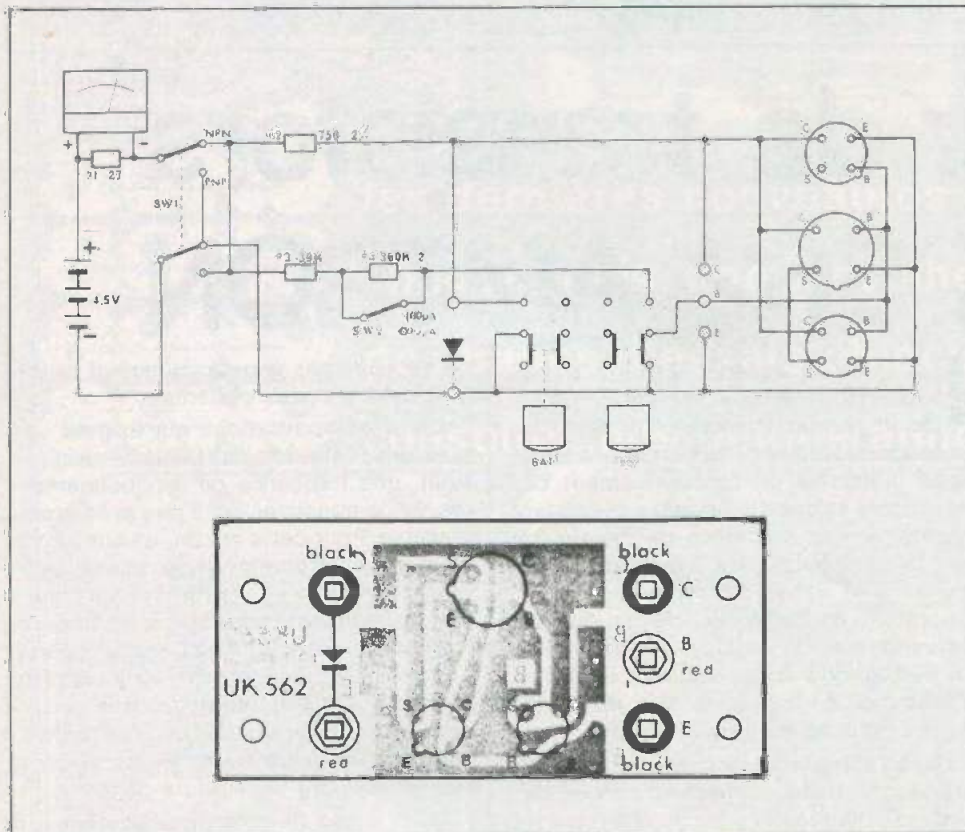

Fig. 1, et 2. - Le schéma de principe du contrôleur en question reste relativement simple. Les quelques éléments prendront place sur un circuit imprimé.
## Description du circuit (fig. 1)
**DESCRIPTION DU CIRCUIT (Fig. 1)**